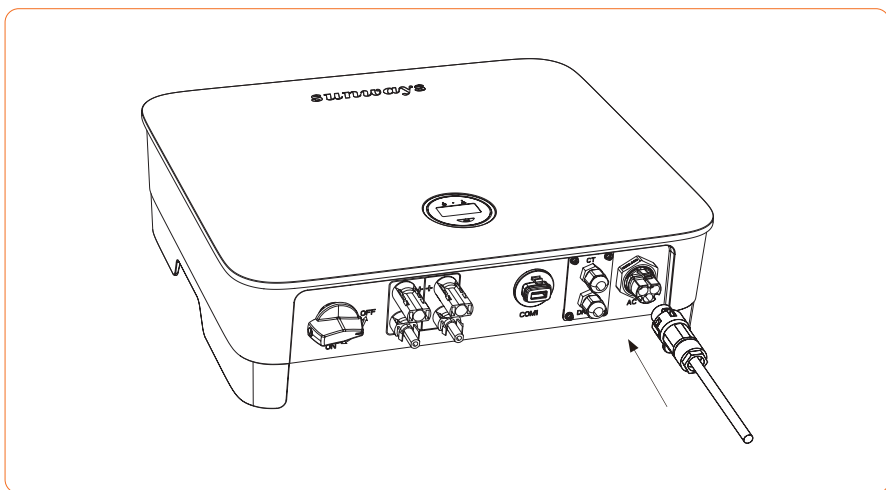

Abbildung 4-24 Anschließen des AC-Steckers
2. Verbinden Sie den AC-Stecker mit dem AC-Anschluss des Wechselrichters und drehen Sie die Schnalle des AC-Steckers im Uhrzeigersinn, bis sie fest genug sitzt, wie in Abbildung 4-24 dargestellt: